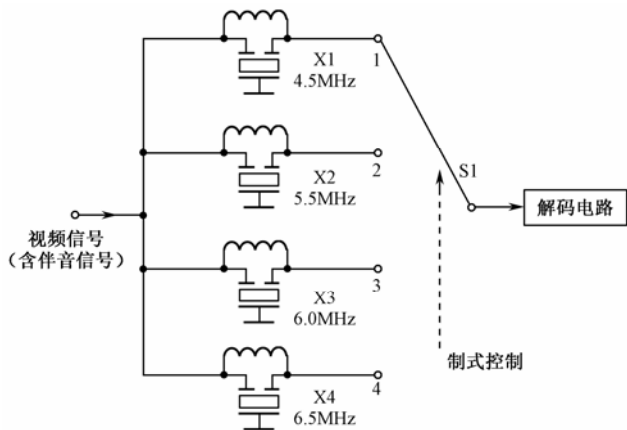

图 8-9 陷波器切换电路二
(2) 将 4.5MHz、6.5MHz、5.5MHz、6.0MHz 四种伴音中频陷波器并联, 利用制式切换电路逐个选择, 电路如图 8-9 所示。